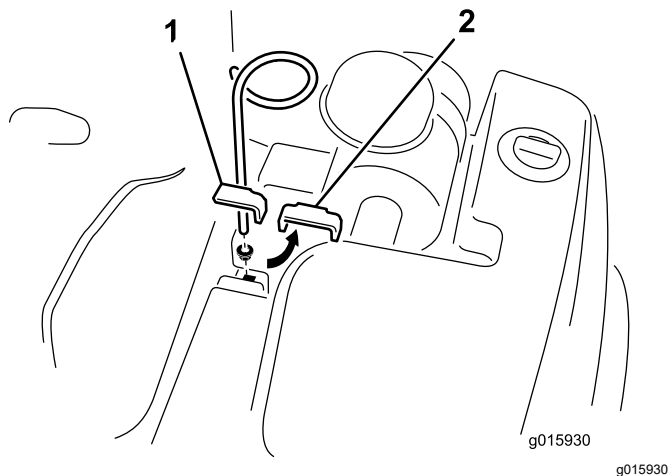

图 6
1. 拆下将顶部液压油箱夹具固定到机架上的螺栓、垫圈和螺母图 6。
注意 如图 6所示调整软管导向架的位置。